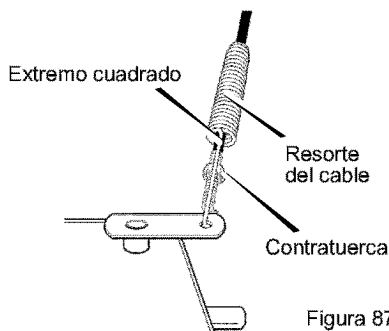

Figura 87
3. Meta el cable por el resorte hasta exponer la porción roscada del cable (Figura 87).